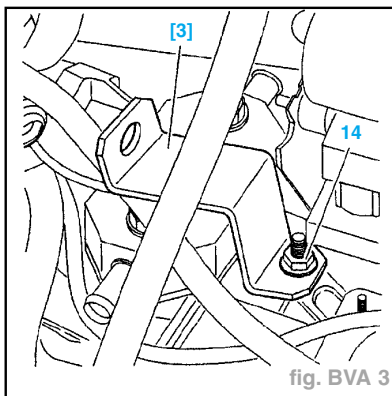

fig. BVA 3
- l'épingle (12),
- Déposer l'écrou (14) (fig. BVA 3).
- l'écrou (14).
- le support boîte de vitesses (21). Serrer les 2 vis M 8 à 2 daN.m et l'écrou à 5 daN.m.
- l'écrou (14) (fig. BVA 3),